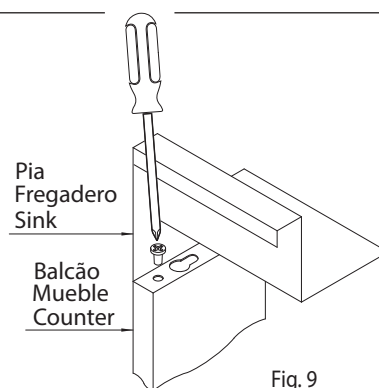

Fig. 9
- Opcionalmente, poderão ser utilizados os 2 furos existentes na extremidade traseira da pia (um em cada lateral da peça), para uma fixação ainda melhor (Fig. 9).